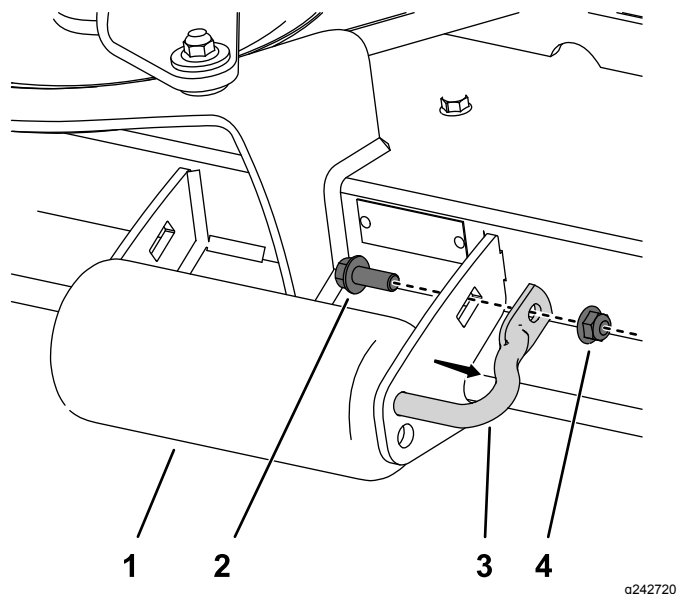

Figura 15
1. Retire las fijaciones de los ejes del rodillo (Figura 15).